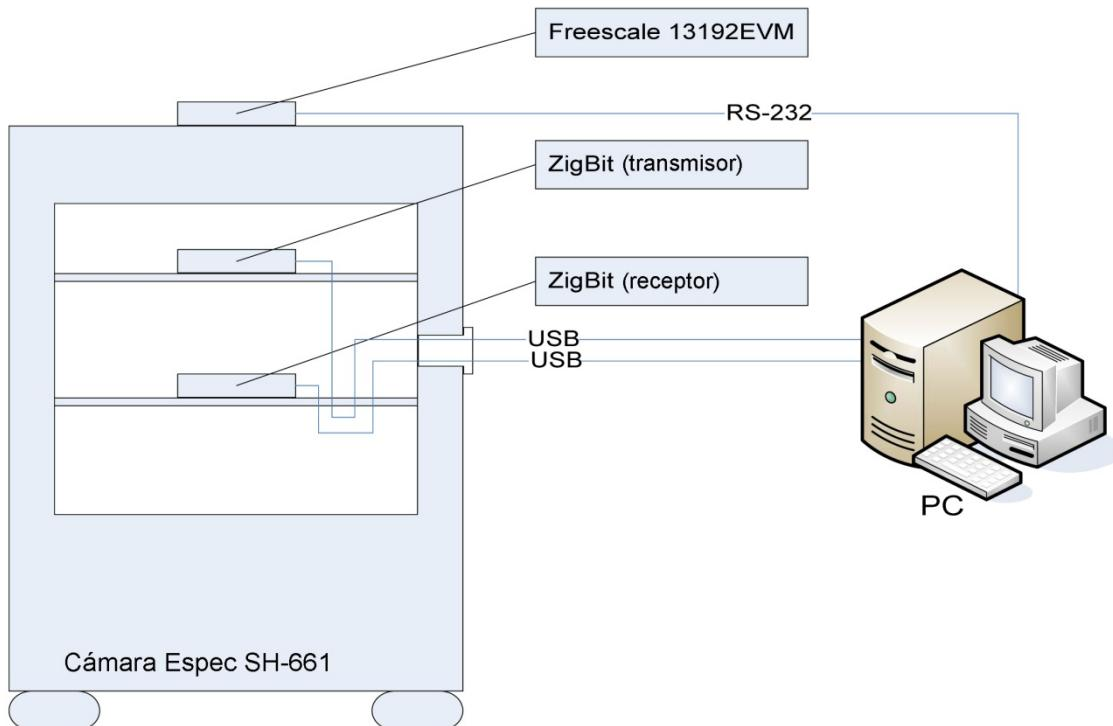

Figura 1: Configuración de las pruebas
Las medidas de la temperatura fueron llevadas a cabo mediante la cámara de pruebas en mesa Espec SH-661. Se probaron dos diferentes configuraciones en el módulo: (1) ZigBit ZDM-A1281-B0 sobre una tarjeta MeshBean con antena PCB, y (2) ZigBit ZDM-A1281-A2 (versión con antena de chip) montada sobre una MeshBean modificada sin antena PCB. También se colocó un control de recepción Freescale 13192EVM fuera de la cámara de pruebas que proporcionara un punto de referencia para un correcto funcionamiento del dispositivo transmisor que está siendo probado (Ver Figura 1).